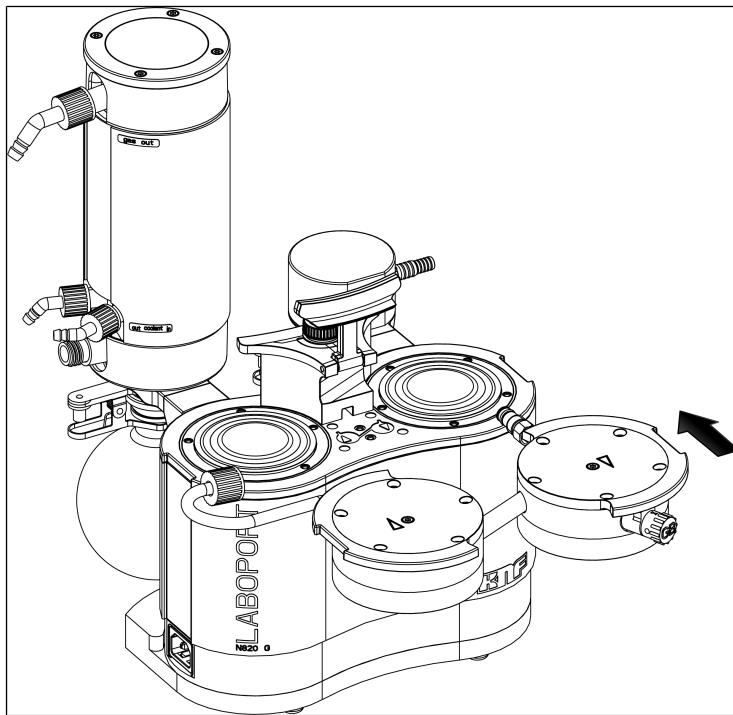

Abb.15: Pumpenkopf montieren
1. Bringen Sie die Membranen (7) in Mittelstellung.
2. Drücken Sie den Rand beider Membranen (7) rundum an.
3. Setzen Sie den Kopfdeckel (3) entsprechend des Passstiftes (5) auf die Zwischenplatte (6).
4. Setzen Sie die Druckplatte (2) entsprechend des Bleistiftstrichs auf den Kopfdeckel (3).
6. Setzen Sie die Pumpenköpfe (bestehend aus Kopfdeckel (3), Zwischenplatte (6) mit Ventilplatten/Dichtungen (4) und Druckplatte (2)) zusammen mit dem Verschaltungsrührrohr entsprechend dem Bleistiftstrich auf das Pumpengehäuse (siehe Abb. 15).
- i** Achten Sie dabei darauf, dass die Schlauchverbindung (11) gerade in den Abscheideradapter eingeführt wird.
7. Schrauben Sie die Überwurfschraube der Schlauchverbindung (11) 1-2 Umdrehungen von Hand ein.